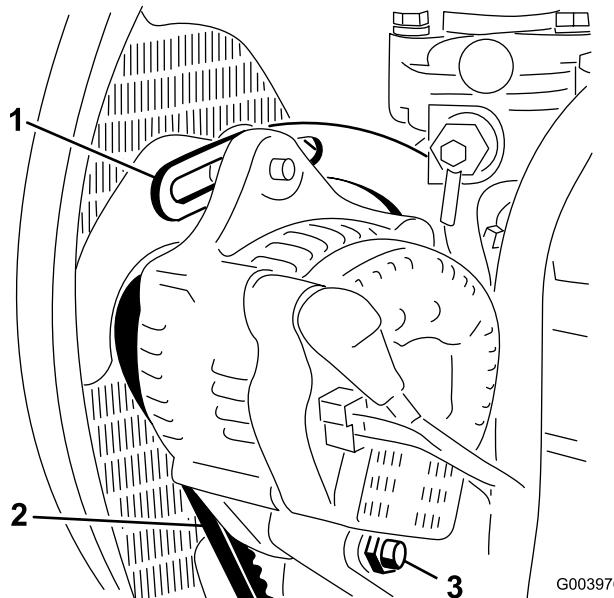

図 76
- オルタネータ側ブーリとクランクシャフト側ブーリ間の中央部(図 76)でベルトを指で 10 kg程度の力で押して点検する。
- ブレースをエンジンに固定しているボルト(図 76)と、オルタネータをブレースとピボット・ボルトに固定しているボルトをゆるめる。